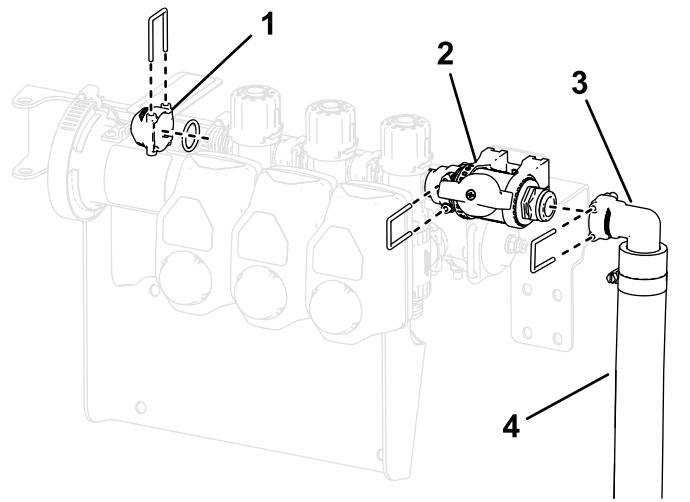

図 22
7. 図 22に示すように、先に取り外したOリングとリテーナーを使って、コントロールバルブアセンブリをブームバルブに固定する。
8. 図 22に示すように、先に取り外したリテーナーを使って、キャップ(1/2")、Oリング、フィッティング、およびホースアセンブリをコントロールバルブに取り付ける。